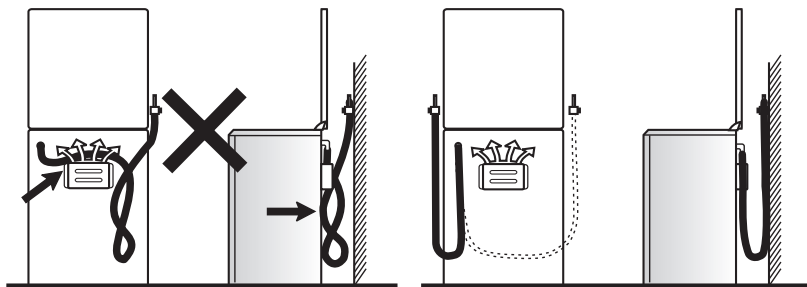

Рис.14
- **ПОМНИТЕ:** После установки плиты на место обязательно проверьте положение гибкого шланга подвода газа и шнура питания (рис.14). Они не должны проходить в зоне горячего воздуха дымохода. Во время работы духовки там возникает большая температура, которая может их повредить.